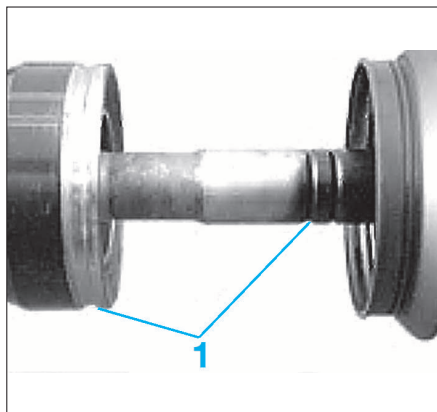

FIG. 13
- Mettre en place le soufflet en s'assurant que ces bourrelets soient bien en place sur les gorges (1) (Fig.13).